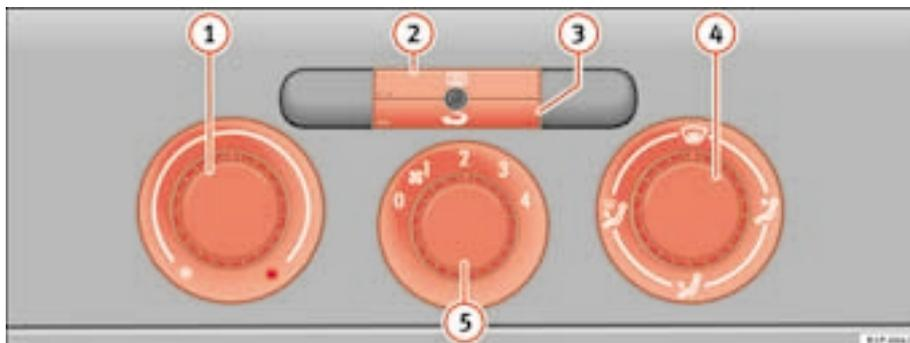

Fig. 104 Comandos do aquecimento no painel de instrumentos
- Com os reguladores ⇒ fig. 104 1 e 4 e com o interruptor 5 é ajustada a temperatura, a distribuição do ar e o nível do ventilador.